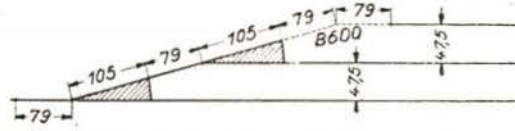

Bild 7 Weichenstraße bei verkleinertem Gleisabstand; Maßstab 1:10.
- Weichenstraße bei verkleinertem Gleisabstand (Bild 7)